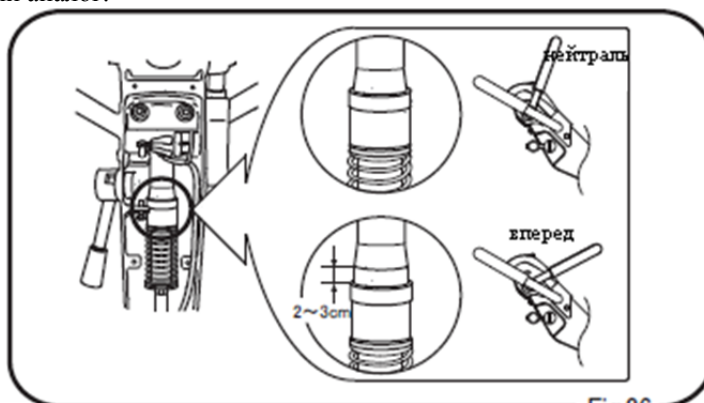

Fig.26
- Переместите рычаг вперед/назад несколько раз, пока не исчезнут пузырьки воздуха, каждый раз удерживая рычаг в положении обратного хода в течение 10-ти секунд (положение полного открытия обратного клапана). Если гидроаккумулятор перемещается на 2 – 3 см, когда рычаг хода находится в переднем положении, процедуру стравливание воздуха можно заканчивать (рис. 26).